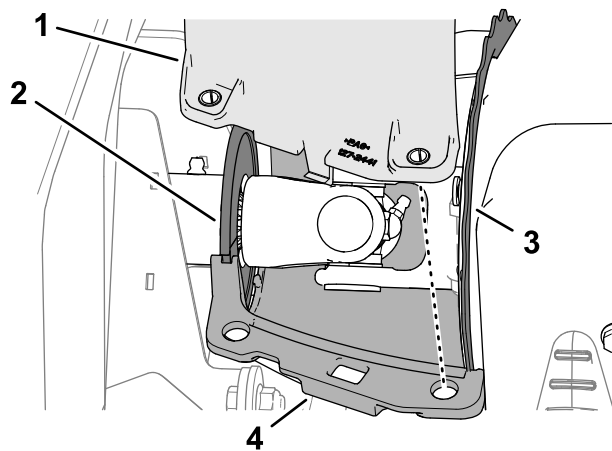

図 67
1. 上下のジェネレータ冷却用エアシュラウドの溝を駆動シャフトのブラシのシールおよびジェネレータカバーのフランジに合わせる 図 67。